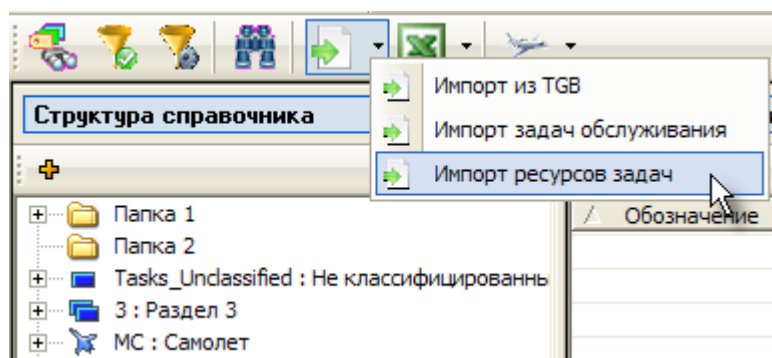

Рис. 3-38
2. В раскрывающемся меню кнопки **Импорт из TGB**  выберите пункт **Импорт ресурсов задач** (рис. 3-38).